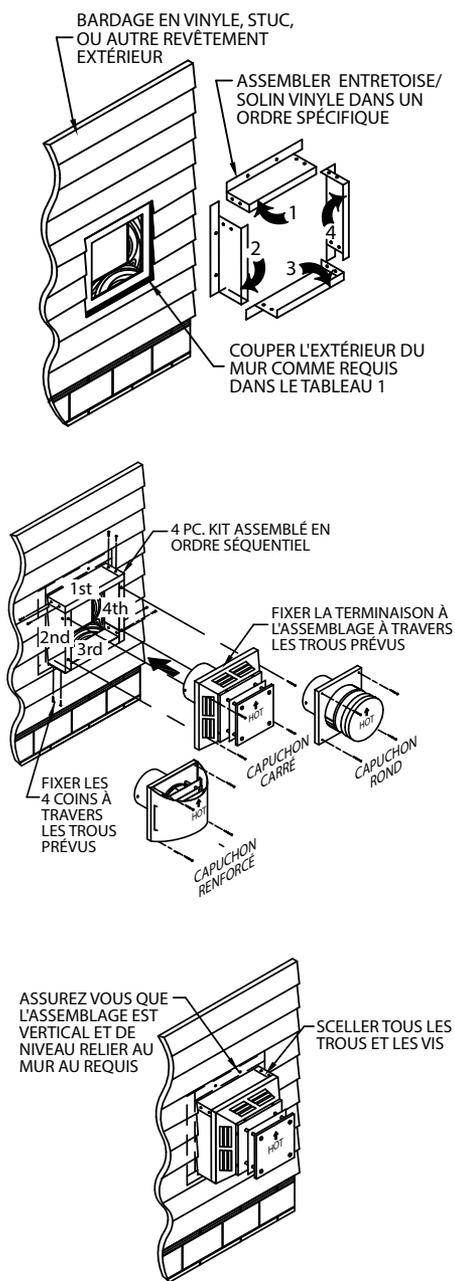

Figure 12
- Assembler, sans les serrer, les quatre pièces, dans l'ordre, autour de l'ouverture dans le parement de vinyle. Poser la première des 4 pièces ;e long du bord supérieur de l'ouverture dans le parement de vinyle. En allant dans le sens antihoraire, poser le côté gauche, la pièce inférieure, puis le côté droit autour de l'ouverture dans le parement de vinyle. Se reporter à la **Figure 12**.
- Poser le chapeau horizontal contre l'entretoise. Aligner les trous du chapeau et ceux de l'entretoise et fixer à l'aide des (4) longues vis fournies avec le chapeau..
Centrer le contre-solin sur le mur autour de l'ouverture encadrée. Le fixer au mur à l'aide des vis fournies ou autre attache nécessaire selon le matériau du mur. Raccorder le chapeau horizontal au contre-solin en alignant les trous de l'un avec les trous de l'autre. Les fixer à l'aide des (4) longues vis fournies avec le chapeau. (**Fig. 12**).